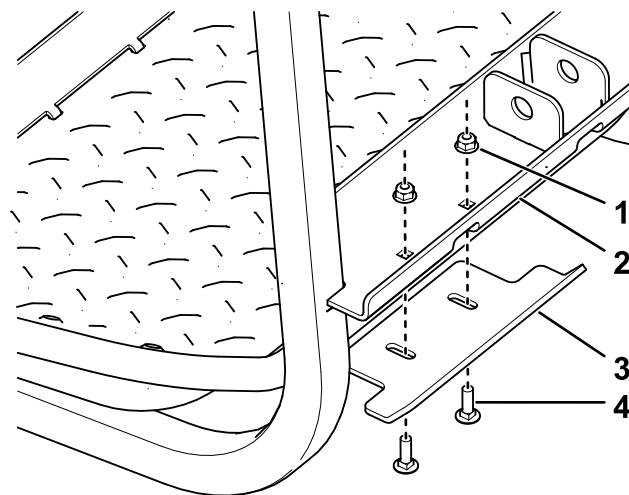

図 6
1. 後フレームアセンブリに昇降ブラケットを図 6 のように取り付ける。